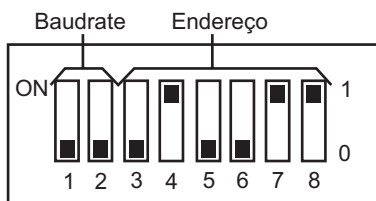

Figura 10: Configuração do Baudrate e endereço para DeviceNet
- 2) Selecione a taxa de transmissão (Baudrate) através das chaves DIP do cartão eletrônico (figura 10);